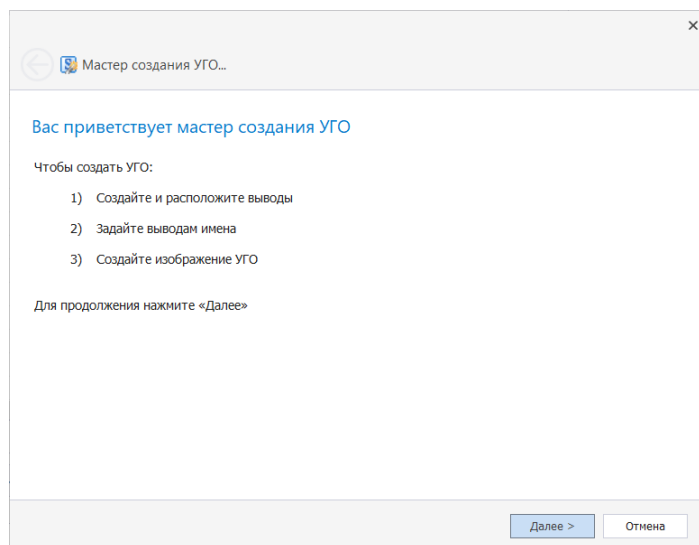

Рис. 192 Стартовое окно мастера создания УГО
2. На экране отобразится стартовое информационное окно мастера, для продолжения работы нажать «Далее», см. Рис. 192.